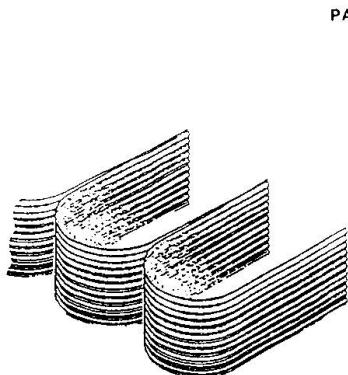

Fig. 2 - STRUCTURE: TÔLE
- Structure cellulaire ouverte (fig. 2; 3; 5 et 7). L'élément de base est un voile mince en tôle ou treillis en forme de "U", avec l'ouverture vers le massif à soutenir.